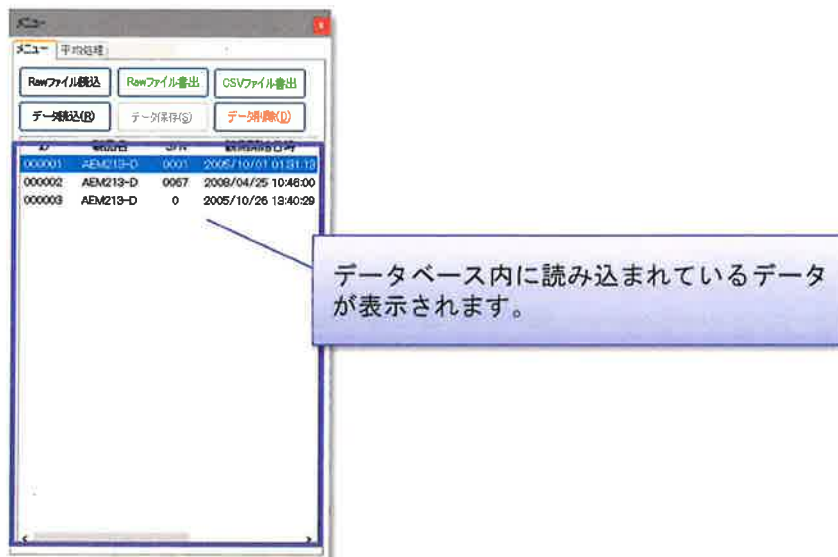

図 4.36 読み込み完了
(3) メニューペインのデータリスト部に読み込まれたデータが表示されます。(図 4.36)